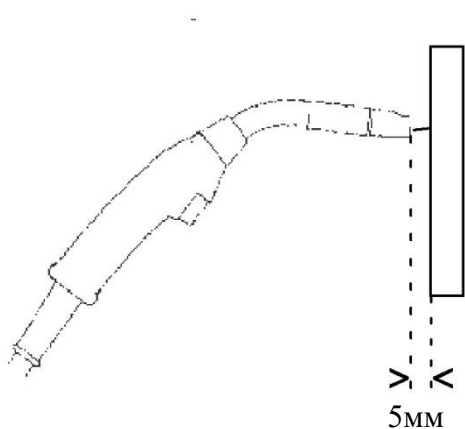

Рис. 1
- При расположении горелки на расстоянии около 5 мм от куска дерева (рис. 1) проволока должна проскальзывать.